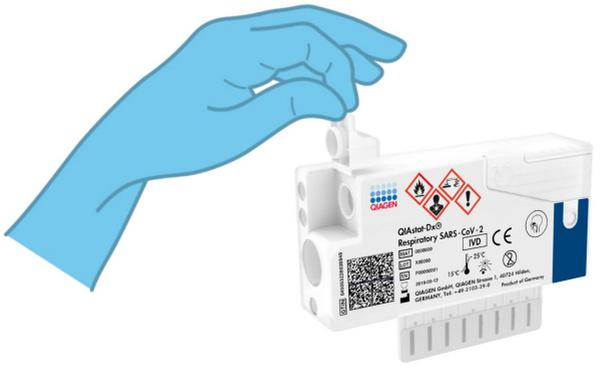

Abbildung 7. Öffnen des Probendeckels der Tupferöffnung.
4. Öffnen Sie den Probendeckel der Tupferöffnung auf der linken Seite der QIAstat-Dx Respiratory SARS-CoV-2 Panel Cartridge (Abbildung 7).